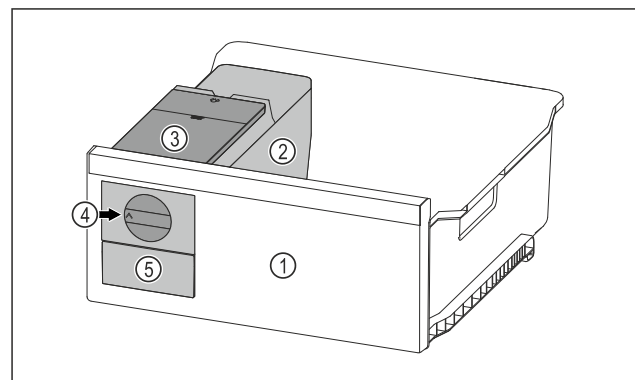

Fig. 162 Beispielhafte Darstellung
- ▶ Drehknopf Fig. 162 (4) im Uhrzeigersinn bis zum Anschlag drehen.
- ▷ Eiskwürfel fallen aus der Eiskwürfelschale in das Eiskwürfelschubfach Fig. 162 (5).